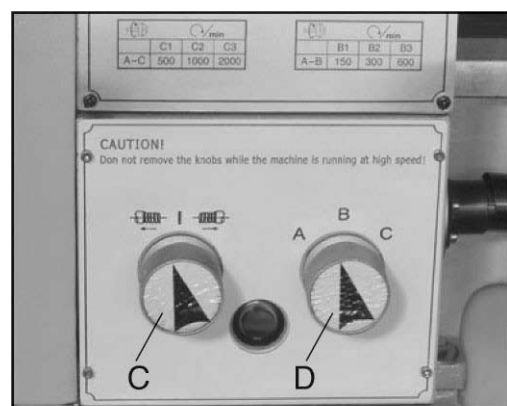

Fig. 12
3. Vorschub-Drehrichtung (Fig. 12, C)
4. Vorschubgeschwindigkeit (Fig. 12, D)